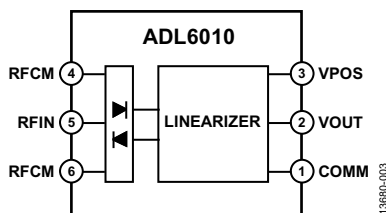

图3. ADL6010 RF/微波检波器功能框图
**ADL6010**功率检波器具有线性V/V特性，这是本应用的关键。为驱动该器件，向VPOS引脚施加一个+5 V的DC电压，并舍入至COMM引脚，如图3所示。